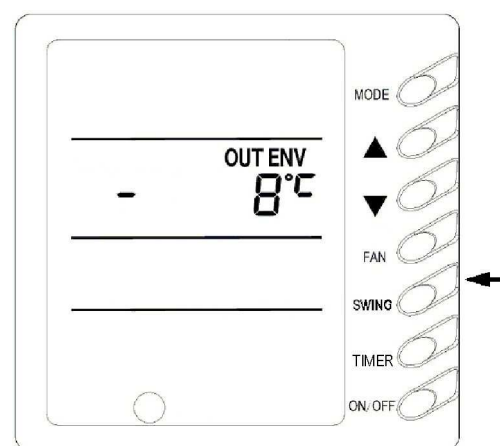

Рис.14
7) Отображение наружной температуры (Рис.14)